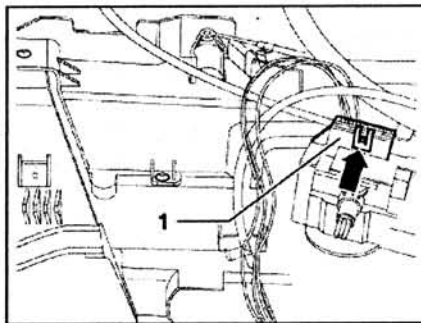

Рис. 8.60. Отсоедините разъем проводки 1 от регуляторов системы отопления (стрелка).
2. Отсоедините разъем проводки 1 от блока регуляторов системы отопления (стрелка) (рис. 8.60).